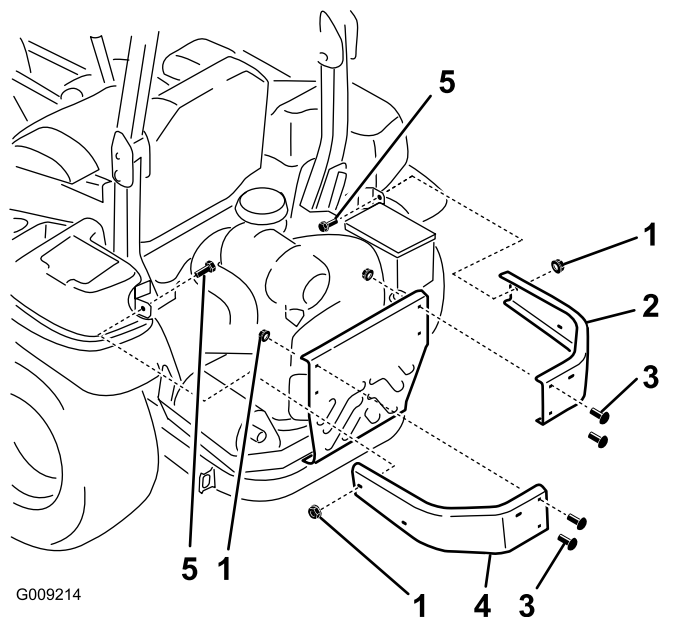

Bild 5
2. Montieren Sie die neuen linken und rechten Stoßstangen mit 2 Schlossschrauben ($\frac{3}{8}$ " x $1\frac{1}{4}$ "), den vier vorher entfernten Schlossschrauben und sechs Bundmuttern ($\frac{3}{8}$ "), wie in Bild 5 abgebildet.
1. Entfernen Sie die Muttern und Schrauben, mit denen die seitlichen Stoßstangen an der Maschine befestigt sind (Bild 5).